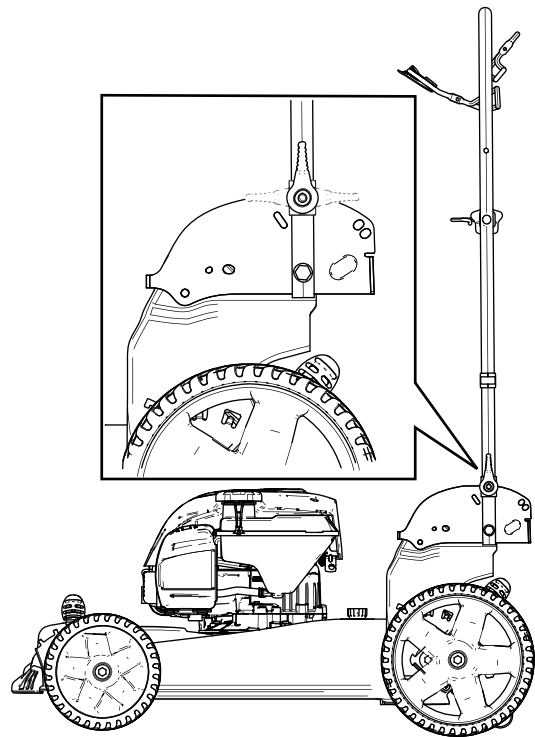

Figura 18
- Pliegue el manillar hacia adelante, a la posición vertical o a la posición de plegado completo, según se indica en Figura 18.